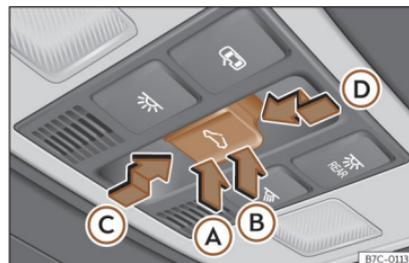

Fig. 84 Dans le ciel de pavillon : touche du toit ouvrant.
La touche  fig. 84 présente deux niveaux. Le premier niveau permet de situer le toit en position déflectrice, d'ouvrir ou fermer entièrement ou partiellement le toit ouvrant.
• *Toit ouvrant* : dans les 5 secondes à partir de l'activation de la fonction anti-pincement, appuyez sur la touche  **fig. 84** jusqu'au deuxième niveau dans le sens de la flèche **fig. 84**  jusqu'à ce que le toit se ferme complètement.